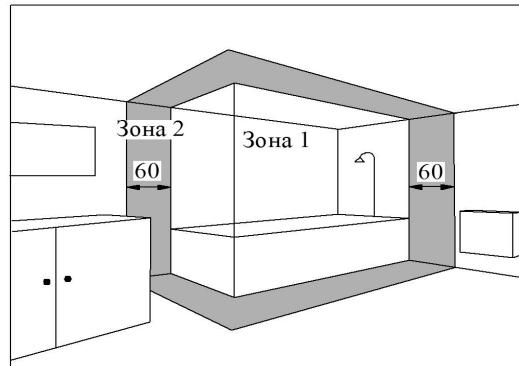

Рис. 4
4.6 Конвекторы допускается устанавливать ванных комнатах, душевых, бассейнах (см. рис. 4).